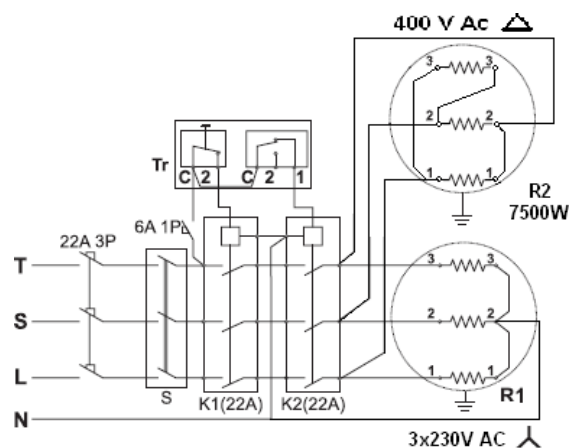

Abb. 15
- Dreiphasig Stromversorgung – Verbindung Typ "Stern" + Verbindung Typ „Dreieck“ – Abb. 15 bei Verwendung einer Kombination aus Heizgerät 7,5 kW und 3/4,5/6 kW.